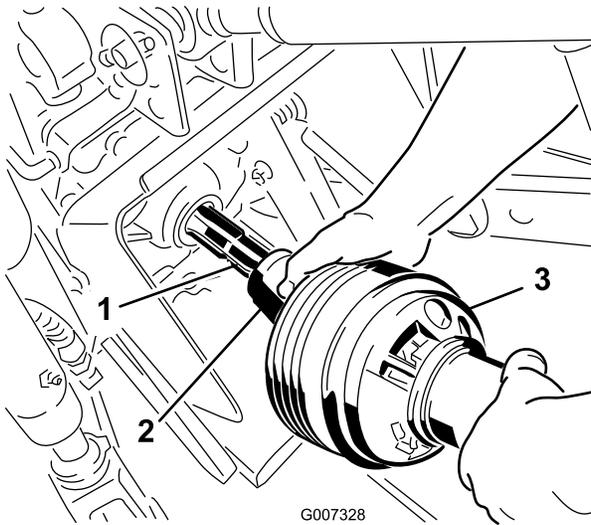

Figure 12
4. Assemblez la section extérieure de l'arbre de transmission de la PDF sur l'arbre de sortie de la PDF du groupe de déplacement (Figure 12).
9. Assemblez la section extérieure de l'arbre de transmission de PDF sur l'arbre de PDF du groupe de déplacement (Figure 12).